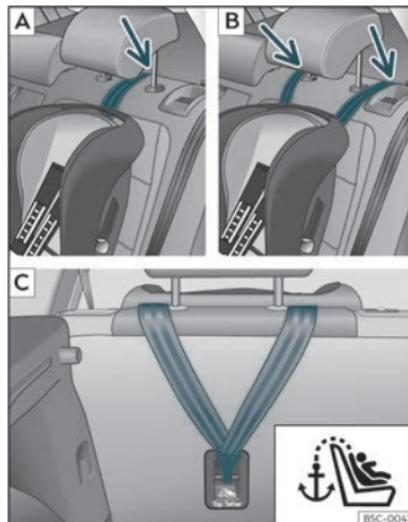
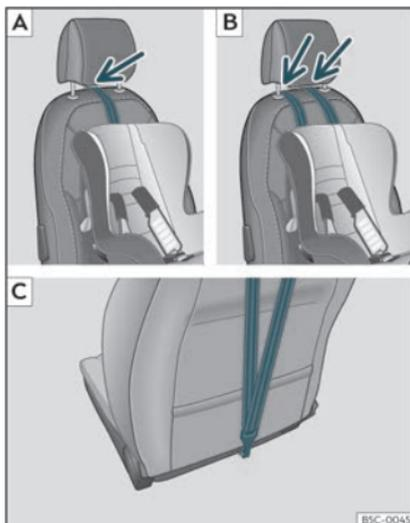

Fig. 29 Banquettes arrière : réglage et montage en fonction de la ceinture Top Tether.
Fig. 30 Siège du passager : réglage et montage en fonction de la ceinture Top Tether.
- Placez la courroie sous l'appuie-tête >>> **fig. 29** [A]/[B], >>> **fig. 30** [A]/[B] (en fonction
- Faites glisser la sangle et fixez-la correctement à l'aide de l'ancrage derrière le dossier >>> **fig. 29** [C], >>> **fig. 30** [C].